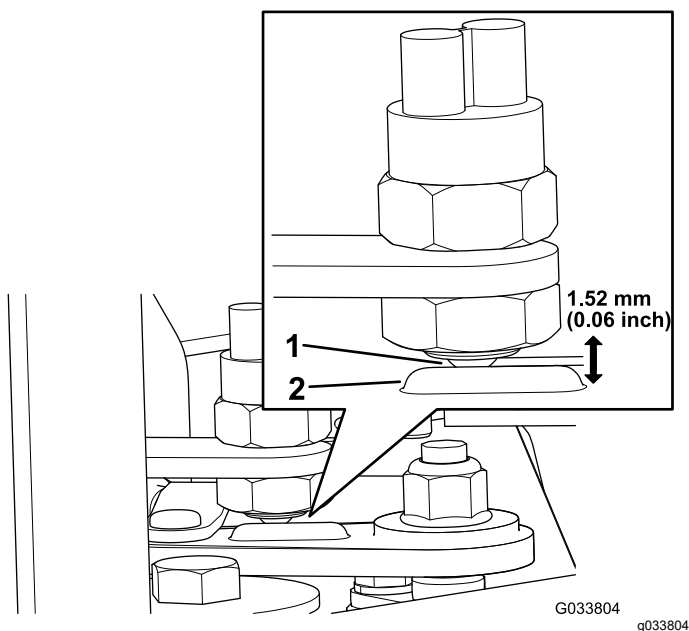

Bild 5
2. Stellen Sie sicher, dass der Kugelschalter sich vor dem Höcker am Schalthebel (**Bild 5**) befindet.
3. Stellen Sie die Tiefe des Kugelschalters auf einen Abstand von 1,52 mm zwischen dem Höcker am Schalthebel und der Vorderseite des Kugelschalters ein (**Bild 5**).